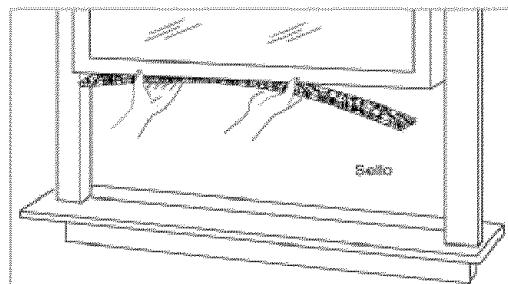

Fig. 3
3. Corte la tira de sellado adhesivo del ancho de la ventana. Quite el revestimiento de la tira adhesiva y péquela en el interior de la parte inferior de la ventana (Fig. 3).